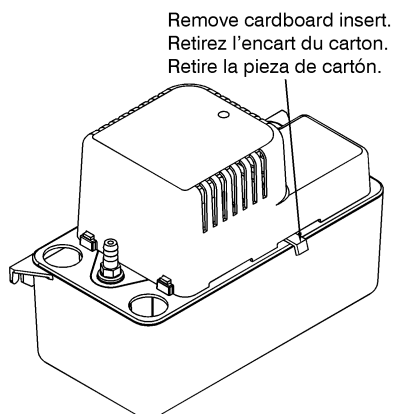

Fig. 1
- Carefully unpack the pump. Remove the cardboard packing from the motor cover air slots. Carefully slide the packing away from the pump. This packing is used to prevent switch movement during shipment (Figure 1).
2. Déballez la pompe avec précaution en faisant glisser l'emballage. Enlever l'emballage de carton des fentes d'aération qui se trouvent sur le couvercle du moteur. Cet emballage est destiné à éviter le mouvement des commutateurs pendant le transport (Figure 1).